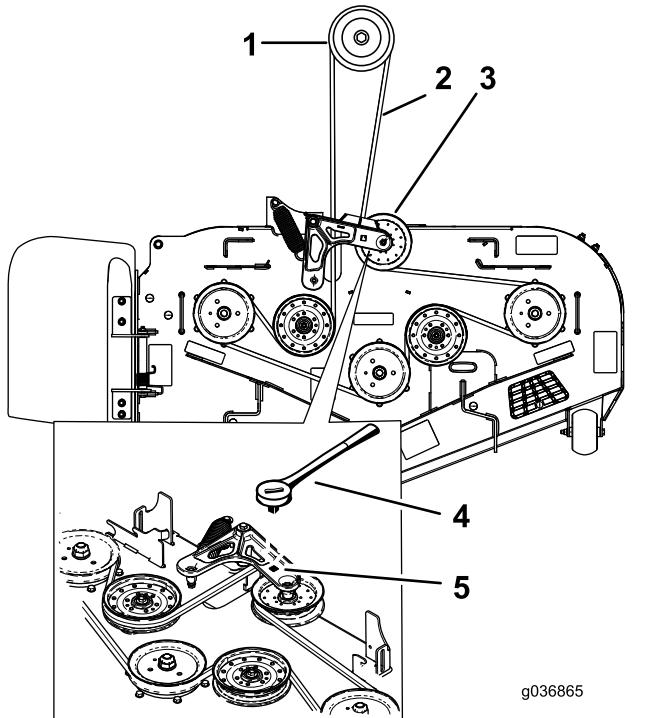

Figura 86
5. Quite la tensión del muelle de la polea tensora tensada con muelle. Consulte Figura 84 o Figura 86.
Nota: Para carcasa de corte Serie 2500, utilice una llave de carraca en el taladro cuadrado del brazo tensor para aliviar la tensión del muelle tensor (Figura 86).
7. Pase la correa nueva alrededor de las poleas del cortacésped y de la polea del embrague, debajo del motor (Figura 84 o Figura 86).
8. Instale el muelle tensor (Figura 84 o Figura 86).